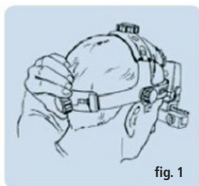
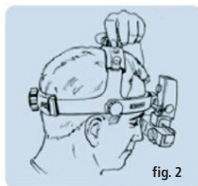

fig. 1
fig. 2
Reglați mărimea (A) fig.1 și înălțimea (B) fig.2, astfel încât instrumentul să se sprijine confortabil în jurul și deasupra capului.